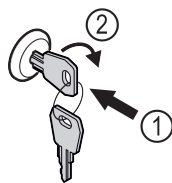

Fig. 125 Ilustrační zobrazení
- ▶ Klíč zasuňte dovnitř Fig. 125 (1).
- ▶ Otáčejte klíčem o 90° ve směru hodinových ručiček Fig. 125 (2).